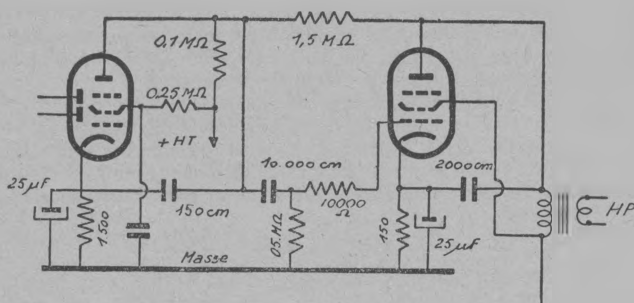

Fig. 20. — Contre-réaction simple.
1. Partie basse fréquence formée de EBC 3 et EL 3 : nous remplaçons la EBC 3 par une EBF 2 en nous inspirant des schémas de la figure 20.